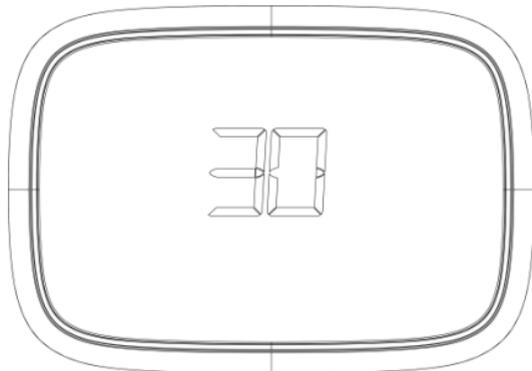

Fig.28
1. Oprima y mantenga oprimida la tecla  por aproximadamente 3 segundos hasta que la pantalla cambie. El termostato bloqueará todas las teclas por 30 segundos para permitir la limpieza de la pantalla y comenzará un conteo regresivo. Vea la Fig. 28.